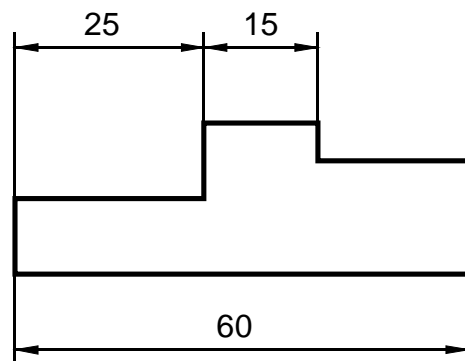

Abbildung 3
- d) Maßpfeile dürfen nicht an Ecken stoßen. Notfalls ist der Abstand zwischen Werkstückkante und Maßlinie zu vergrößern. (Abb. 3)